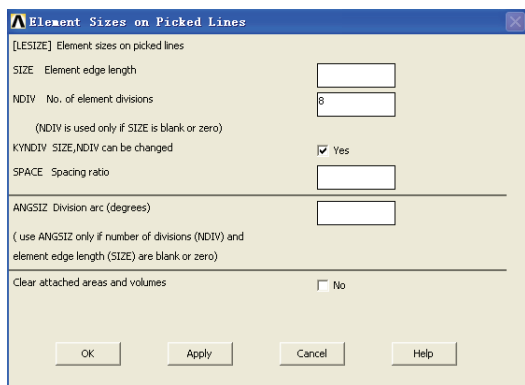

图 8-30 线段等分数设置对话框
5) 选择 Main Menu | Preprocessor | Meshing | SizeCtrls | ManualSize | Lines | Picked Lines 命令, 出现 Element Size on 拾取菜单, 在输入栏中输入 4, 5, 6, 7, 8, 9, 11, 单击 OK 按钮, 出现 Element Sizes on Picked Lines 对话框, 在 NDIV No. of element divisions 输入栏中输入 8, 如图 8-30 所示, 单击 OK 按钮关闭该对话框。